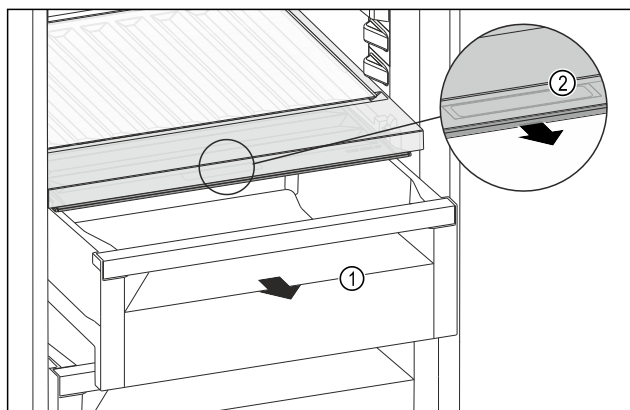

Fig. 127
- ▶ Húzza ki a fiókot Fig. 127 (1).
- ▶ Fogja meg a sülyesztett fogantyút Fig. 127 (2) a rekeszfedélén, és ezzel egy időben húzza előrefelé a rekeszfedelet.